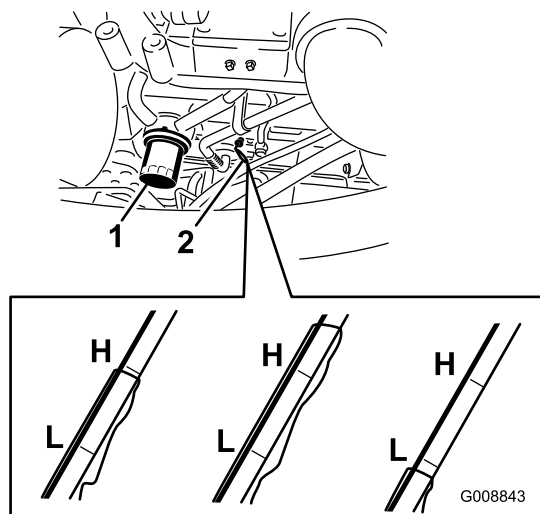

図 59
2. ディップスティック（図 59）を抜き取り、付いているオイルをウェスで拭き、もう一度一杯に差し込んで抜きとる。FULL マークまであればよい。
2. オイルフィルタ (図 59) を外す。新しいフィルタのシールに薄くエンジン・オイルを塗って取り付ける。締めすぎないように注意すること。